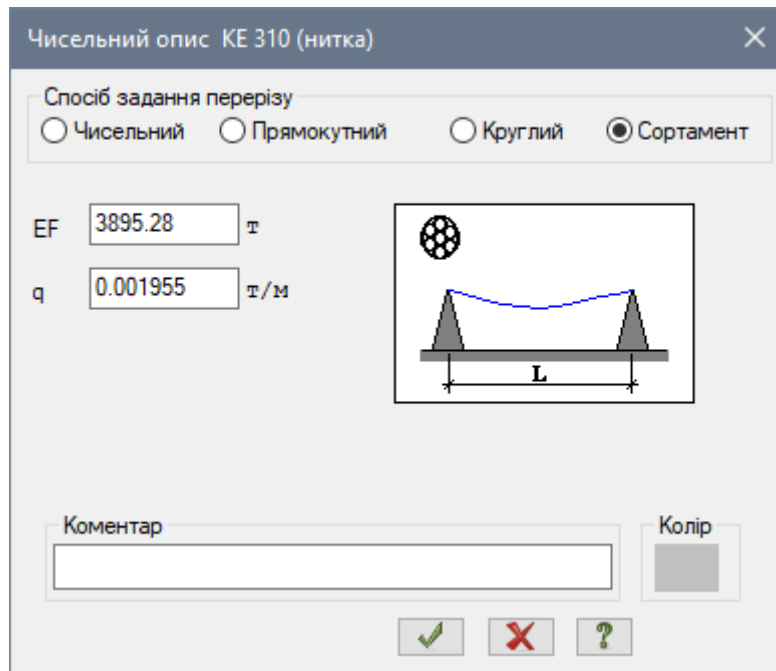

Рис. 8.12. Діалогове вікно Чисельний опис KE 310 (нитка)
- В новому діалоговому вікні **Чисельний опис KE 310 (нитка)** увімкніть радіо-кнопку **Сортамент** (рис. 8.12).